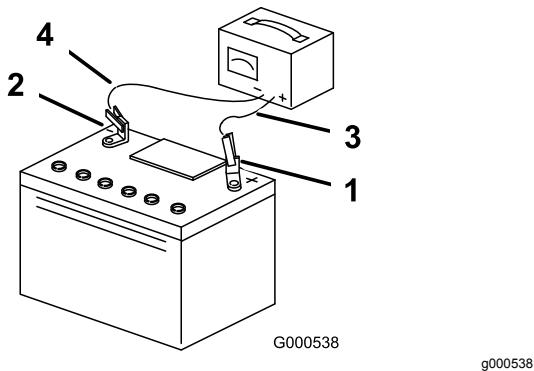

Figura 28
- Cuando la batería esté completamente cargada, desconecte el cargador de la toma de electricidad, luego desconecte los cables del cargador de los bornes de la batería (Figura 28).